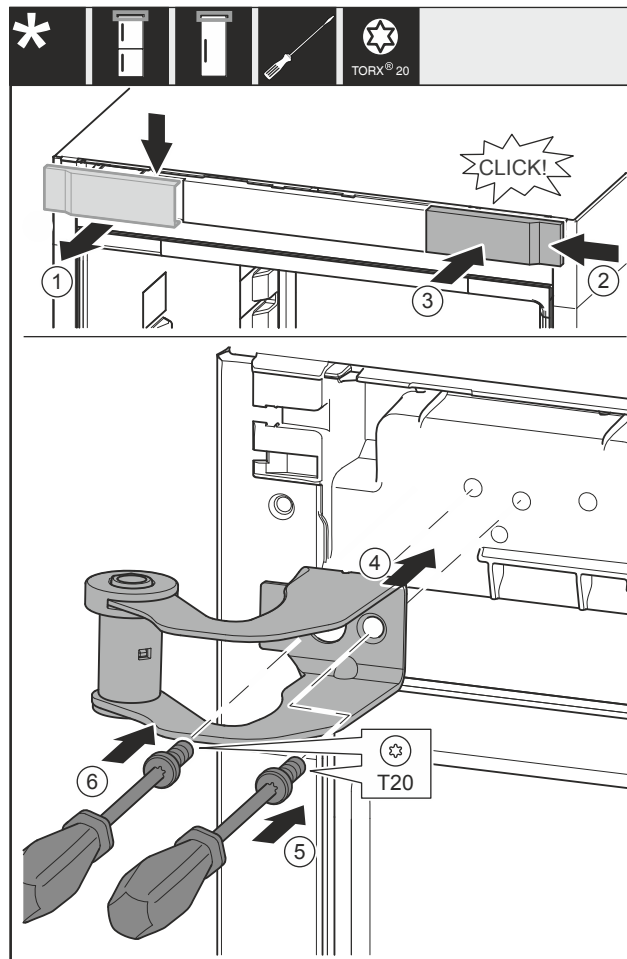

Fig. 33
- ▶ Снимите крышку Fig. 33 (1) сверху вперед.
- ▶ Навесьте крышку Fig. 33 (2), повернув ее на 180°, справа с другой стороны.
- ▶ Зафиксируйте крышку Fig. 33 (3).
- ▶ Установите верхний опорный кронштейн Fig. 33 (4).
- ▶ Затяните винт Fig. 33 (5).
- ▶ Затяните винт Fig. 33 (6).